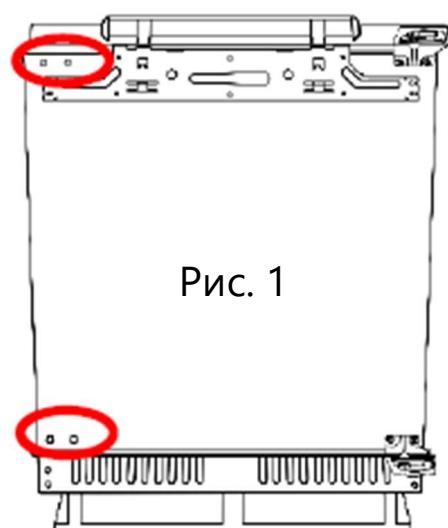

Рис. 1
**1.** Снимите 4 крышки с резьбовых отверстий на передней части двери прибора сверху и снизу (Рис.1)